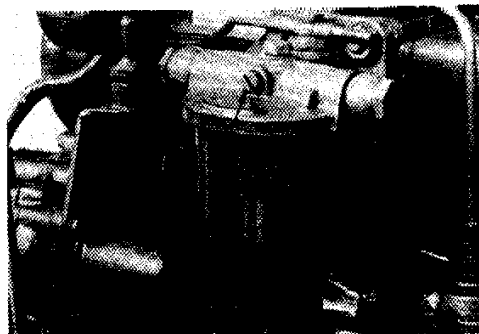
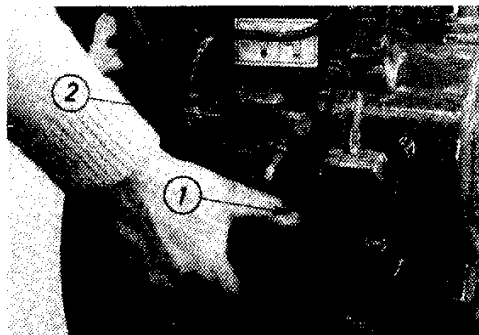

Fig. 7
Fig. 8
2. Vul de keerkoppeling met olie via de vulopening bovenop de keerkoppeling (fig. 8) en controleer het oliepeil als volgt:
- a) Pomp met behulp van het hefboompje van de brandstofopvoerpomp (fig. 8) tot de brandstof in de doorzichtige slang naar de tank vrij van luchtballen is.
Doorgaans is het niet nodig om het brandstofsysteem te ontluchten voor het starten, doch na het verwisselen van het brandstoffilterelement of andere werkzaamheden aan het brandstofsysteem dient als volgt te worden ontlucht: draai de ontluhtingsschroef (fig. 7 pos. 2) een beetje los en bedien het hendeltje op de opvoerpomp (fig. 8 pos. 1) totdat de uitkomende brandstof vrij is van luchtbelletjes. Maak de ontluhtingsschroef weer vast.